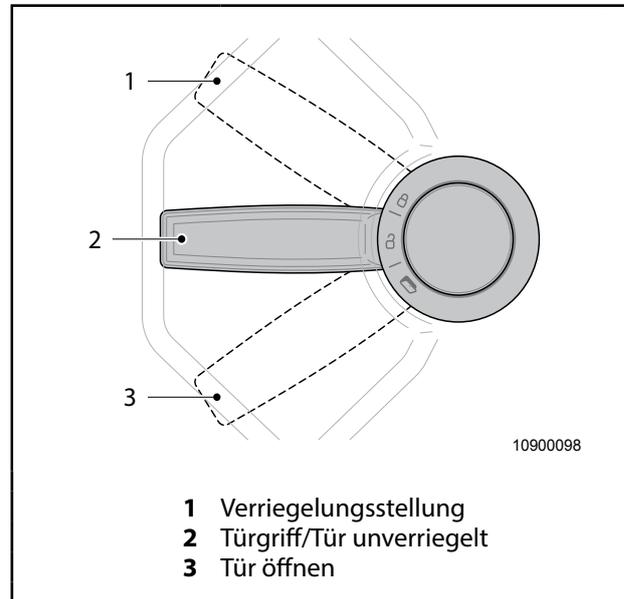

Abb. 14 Aufbautür von innen öffnen und schließen
Befindet sich der Türgriff innen der Aufbautür (Abb. 14), beim Schließen in der Verriegelungsstellung (Abb. 14, Pos. 1), wird die Tür beschädigt!
☞ Vor dem Schließen der Aufbautür sicherstellen, dass der Türgriff innen (Abb. 14) **nicht** verriegelt ist!
- ◆ Den Türgriff (Abb. 14, Pos. 2) nach unten drücken (Abb. 14, Pos. 3) und die Tür öffnen.
Nach dem Loslassen springt der Türgriff in die Ausgangsstellung (Abb. 14, Pos. 2) zurück.
- ◆ Den Türgriff (Abb. 14, Pos. 2) nach oben in die Verriegelungsstellung (Abb. 14, Pos. 1) ziehen.
- ◆ Die Tür am Türgriff (Abb. 14, Pos. 2) zuziehen bis das Türschloss einrastet.
Befindet sich der Türgriff innen der Aufbautür (Abb. 14) beim Schließen in der Verriegelungsstellung (Abb. 14, Pos. 1), wird die Tür beschädigt!